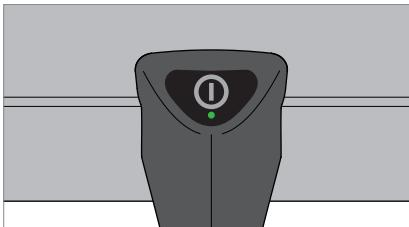

рис. 7: Кнопка .
- ▶ Нажмите кнопку, смотри рис. 7.
- ▶ Нажмите кнопку и удерживайте ее нажатой, смотри рис. 7.